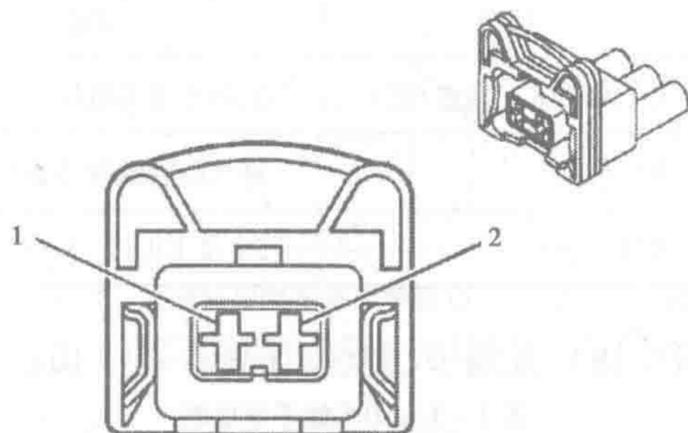

图 1-1-13 发动机冷却液加温器连接器端子图
4. 发动机冷却液加温器连接器端子图 (图 1-1-13) 及端子功能表 (表 1-1-4)